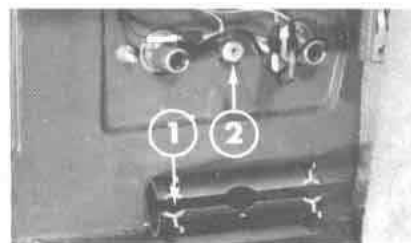

Fig. 42 - Luces de posición traseras
- *Luces traseras* (Figs. 42 y 43) - 12 V - 4W